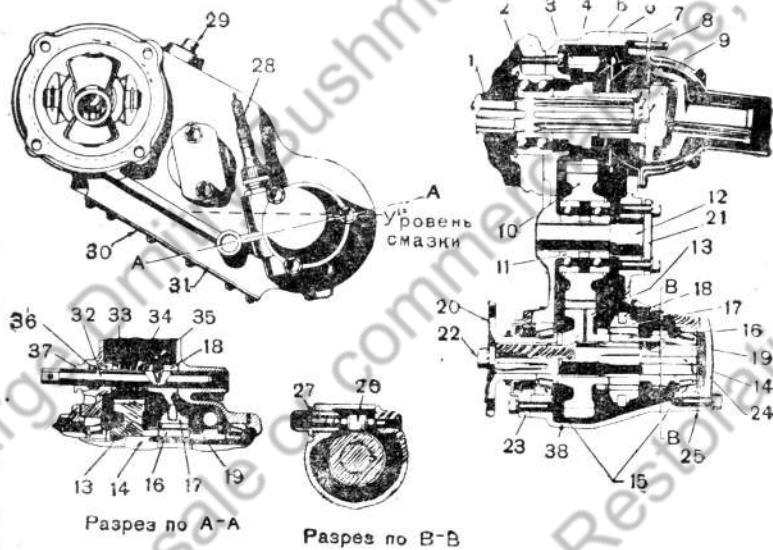

Рис. 28. Раздаточная коробка:
Раздаточная коробка (рис. 28) передаёт часть мощности двигателя на передний мост через передний карданный вал. Зубчатая муфта на нижнем валу коробки служит для вклю-
На главном валу 1 (рис. 28) коробки перемены передач, который вращается в двухрядном шариковом подшипнике 2, насыжена ведущая шестерня 3 раздаточной коробки и передняя вилка 6 карданного шарнира. Ведущая шестерня вращает паразитную шестерню 10, смонтированную на двух шариковых подшипниках 11 на оси 12. Паразитная шестерня
находится в зацеплении с ведомой шестерней 13, насыженной свободно на нижний вал 14 раздаточной коробки. Нижний вал вращается в двух конических роликовых подшипниках 15. На валу насыжена на шлицах зубчатая ступица 16, на которой скользит зубчатая муфта 17, передвигаемая вилкой 18. В указанном на рис. 28 положении зубчатой муфты передний мост не включен и ведомая шестерня вращается на валу свободно, не передавая на него мощность. Когда водитель переставит рычаг включения переднего моста, вилка передвинет зубчатую муфту по направлению к ведомой шестерне. При этом муфта блокирует зубчатку на ступице ведомой шестерни и зубчатую ступицу на нижнем валу, ведомая шестерня начинает передавать мощность нижнему валу и через передний карданный вал переднему ведущему мосту.
2. Зубчатая муфта несимметрична по расположению канавки для вилки. Её следует устанавливать канавкой ближе к ведомой шестерне, как показано на рис. 28.